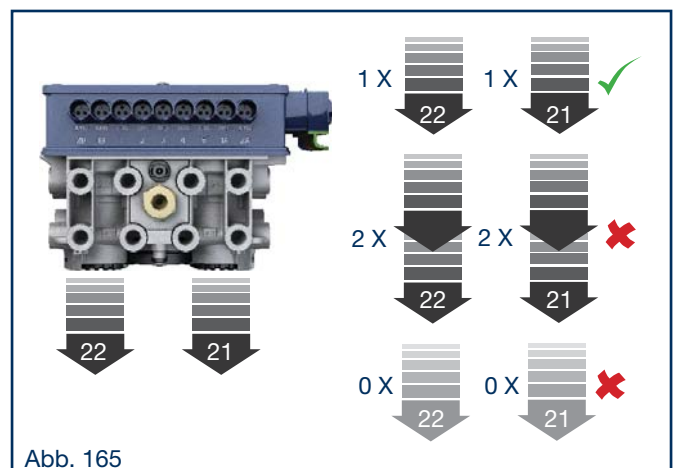

Abb. 165
2. Während des Selbsttests steuert das System die EPRV Magnetventile an. Bei Betätigung der Fußbremse wird jedes Anhängerbremsventil einmal hörbar entlüftet (Abb. 165).